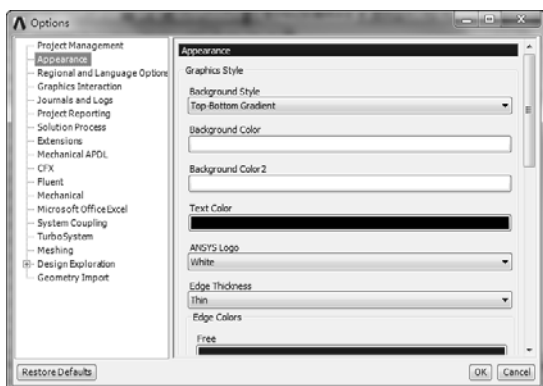

图 1-12 【Appearance】选项卡
- ✧ 【Appearance】选项卡：用于设置软件的背景颜色、文字、几何图形边等，如图 1-12 所示。